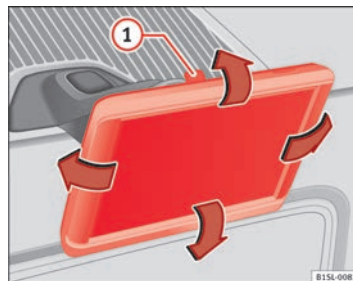

Fig. 120 Na consola central: Desmontagem do navegador.
A inclinação e o ângulo de visão podem ajustar-se movendo o navegador até à posição desejada ⇒ Fig. 120 ⇒ ①.